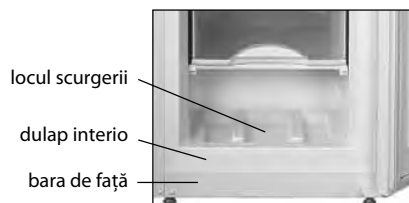

Figura 5 – Colectarea apei
**4.1** În timpul dezghețării congelatorul, apa care apare când se topește stratul de zăpadă trebuie să fie ștersă din zona de scurgere cu un material absorbant în conformitate cu Figura 5. Apoi congelatorul trebuie să fie spălat și șters bine.
**ATENȚIE!** Nu permiteți scurgerea apei în timpul dezghețării și curățării congelatorului. Dacă apa ajunge la consola frontală a carcasei interne și externe, vezi Figura 5, aceasta poate provoca coroziunea exterioară a congelatorului și a pieselor de congelare automată, cit și perturbarea materialelor de izolare, ceea ce duce la formarea fisurilor interne și la eșecul congelatorului.